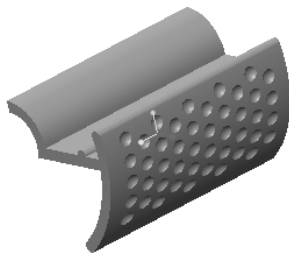

图 5-87 在曲面上进行填充阵列的完成效果
- 8 单击“完成”按钮，在曲面上创建填充阵列的效果如图 5-87 所示。